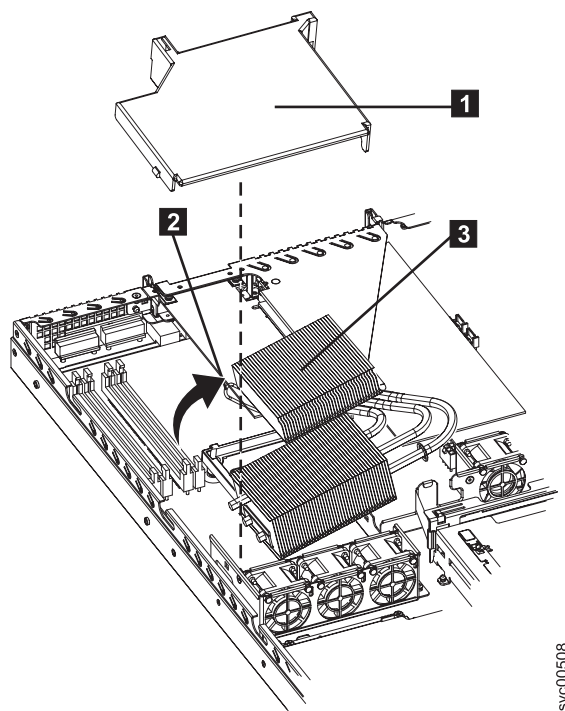

図 179. SAN ボリューム・コントローラー 2145-8A4 エア・バッフルおよび熱交換器アセンブリー
5. エア・バッフル (図 179 の **1**) を取り外します。エア・バッフルの左端および右端の背面隅をつかみ、持ち上げてノードから取り外します。
6. 熱交換器アセンブリーの解放ラッチ (図 179 の **2**) を開いて、完全な開位置にします。
7. 熱交換器アセンブリー (図 179 の **3**) の脇 (ノードの中央に近い所) を持ち上げて、ノードの中央方向に少しスライドさせ、サーバーからアセンブリー全体を取り出します。